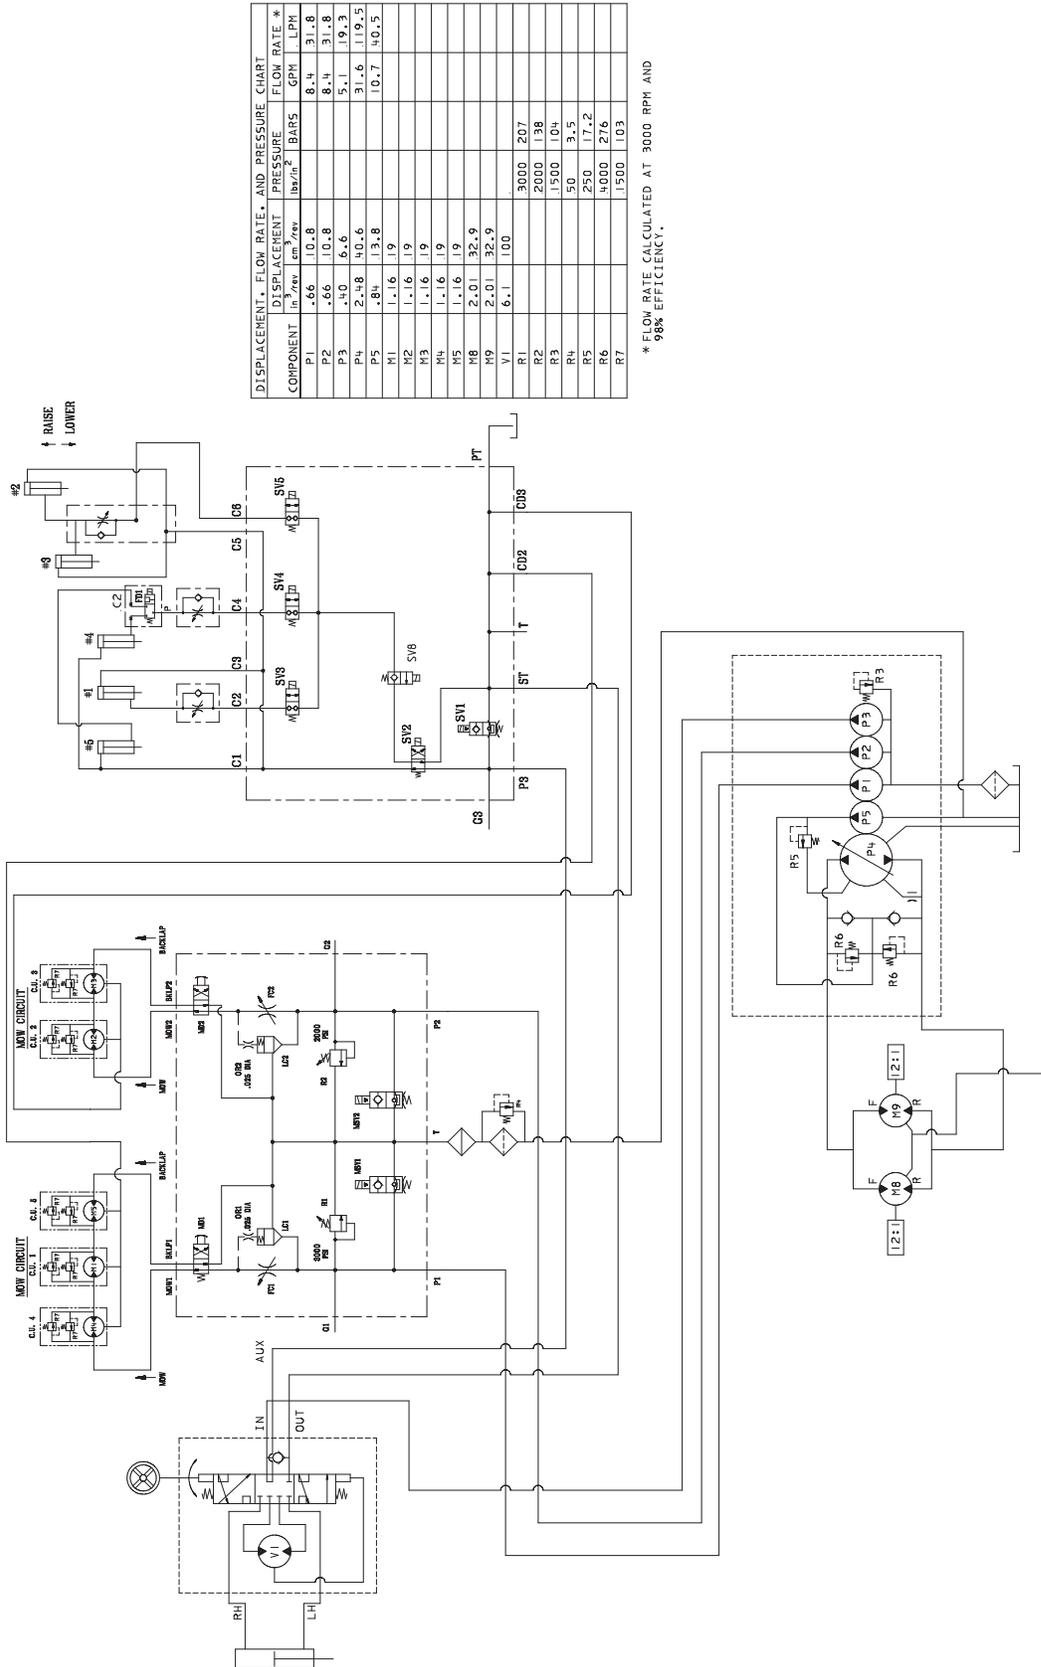

**Figure 62**
4. Réglez les écrous de blocage à l'extrémité de la tige de la pompe pour avancer le tube de commande et éliminer le déplacement en marche avant, ou pour le reculer et éliminer le déplacement en marche arrière (Fig. 62).